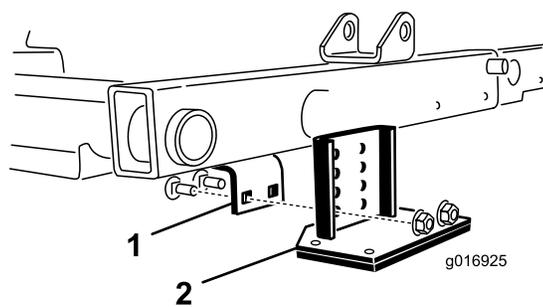

Figure 30
2. Trouvez le support de cadre au-dessus du plateau de coupe central (Figure 30).
3. Appuyez sur le rouleau avant du plateau de coupe central et déterminez quels trous du support de levage de rouleau doivent s'aligner sur les trous du support de cadre pour créer le même contact du rouleau quand le support de levage est monté (Figure 30).
4. Abaissez les plateaux de coupe et montez le support de levage sur le cadre au moyen des (2) boulons de carrosserie et écrous fournis avec le kit (Figure 30).